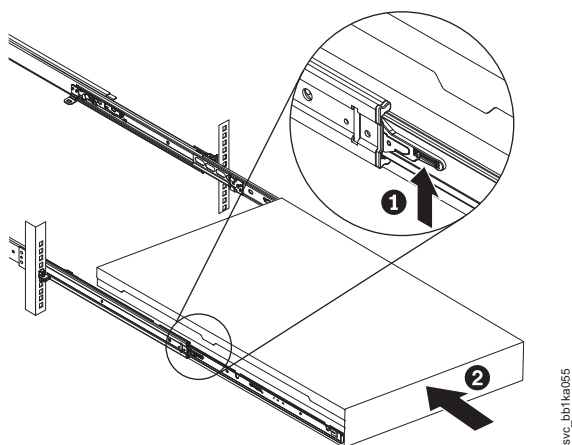

Figura 308. Levantando as alavancas de travamento do SAN Volume Controller 2145-DH8 os trilhos deslizantes do rack
14. Levante as alavancas de travamento (**1** na Figura 308) nos trilhos deslizantes e empurre o servidor **2** inteiro no rack até que ela encaixe no lugar.